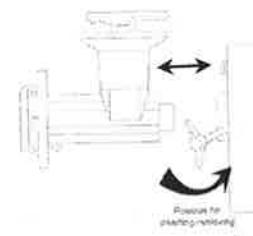

FIG.4 POSITION DE POIGNÉE
2. En utilisant une brosse à poils doux (non fournie Voir Fig. 4), nettoyer avec un détergent adéquat chaque composant, spécialement à l'intérieur de la poupée (10) pour éliminer les déchets et les débris d'aliments.
5. Il est important, après l'exécution de cette procédure, de lubrifier la lame (15) et la plaque (16) avec une huile minérale fourni. Assemblez à nouveau.